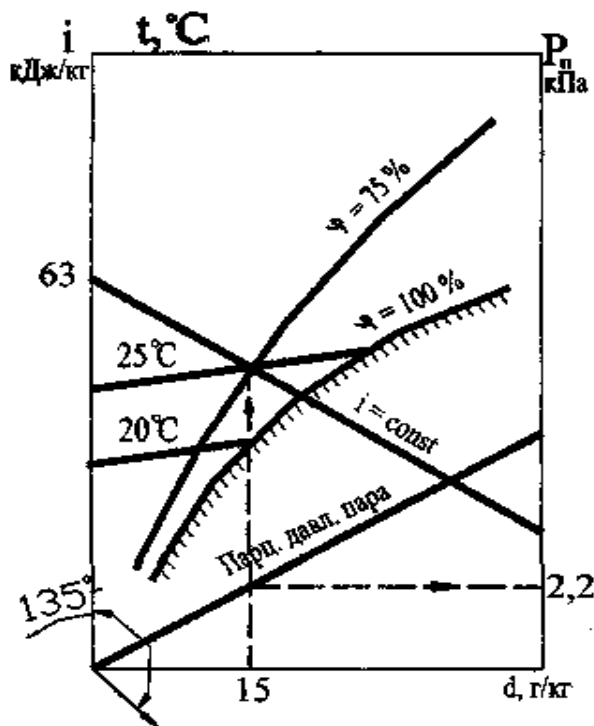

Рисунок 6.1
**Решение.** На  $d-i$  - диаграмме (см. рисунок 6.1) находим изотермы  $20$  и  $25^{\circ}\text{C}$ . Температура точки росы определяется на пересечении изотермы  $20^{\circ}\text{C}$  с линией насыщения  $\varphi = 100\%$ . Из этой точки проводим вертикальную прямую до пересечения с изотермой  $25^{\circ}\text{C}$ , полученная точка пересечения определяет